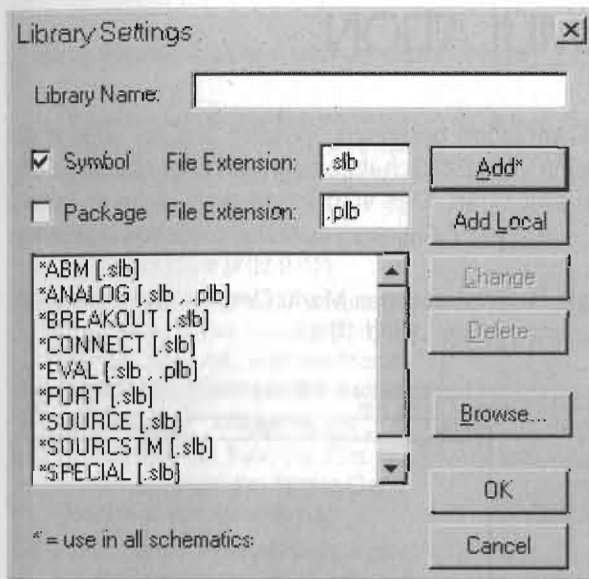

Bild 10.3: Das Fenster LIBRARY SETTINGS
2. Betätigen Sie die Schaltfläche LIBRARY SETTINGS.... und öffnen Sie dadurch das Fenster LIBRARY SETTINGS (Bild 10.3):